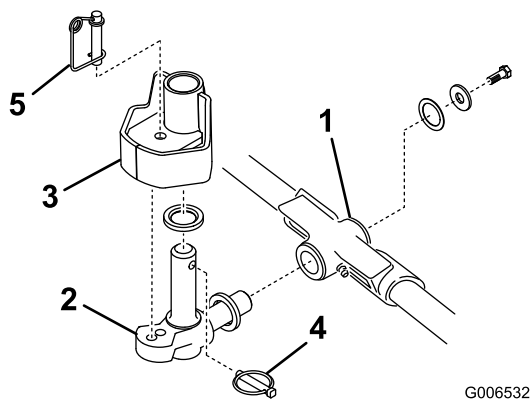

Figura 18
1. Introduzca una arandela de empuje en el eje horizontal del pivote tal y como muestra Figura 18.
2. Introduzca el eje horizontal del pivote en el tubo de montaje del bastidor de tiro (Figura 18).
3. Fije el pivote al bastidor de tiro con una arandela de empuje, una arandela plana y un tornillo de caperuza con arandela prensada (Figura 18).
4. Introduzca una arandela de empuje en el eje vertical del pivote (Figura 18).
5. Si no está ya instalado, introduzca el eje vertical del pivote en el buje de pivote del brazo de elevación (Figura 18). Guíe el pivote a su lugar entre las dos piezas de goma de centrado del lado inferior de la chapa de dirección del brazo de elevación.
6. Introduzca el pasador de seguridad en el taladro transversal del eje del pivote (Figura 18).
Nota: Si se requiere fijar la posición de la unidad de corte, introduzca el pasador de bloqueo de la dirección en el taladro de montaje del pivote (Figura 18).
11. Enganche el alambre del muelle alrededor de la parte inferior del pasador de bloqueo de la dirección (Figura 18).